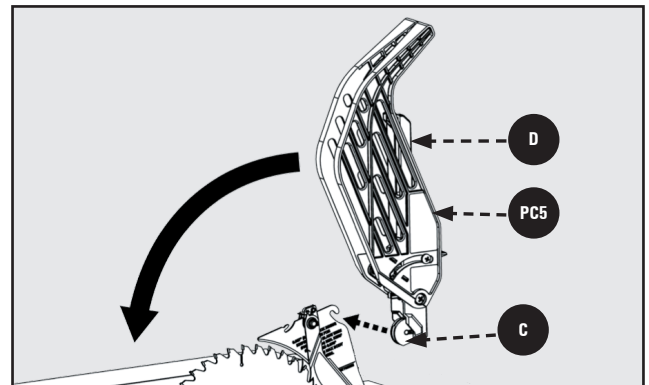

FIGURA 14
1. Antes de instalar el conjunto de protección de la cuchilla, asegúrese de que la cuchilla remachadora esté levantada en la posición de corte transversal. Al tiempo que sostiene el ensamble de guarda para hoja **PC5** en posición vertical, enganche el pasador de posicionamiento **C** situado en la parte posterior del ensamble de guarda para hoja dentro de la ranura situada en el borde posterior del separador. Véase la Figura 14.